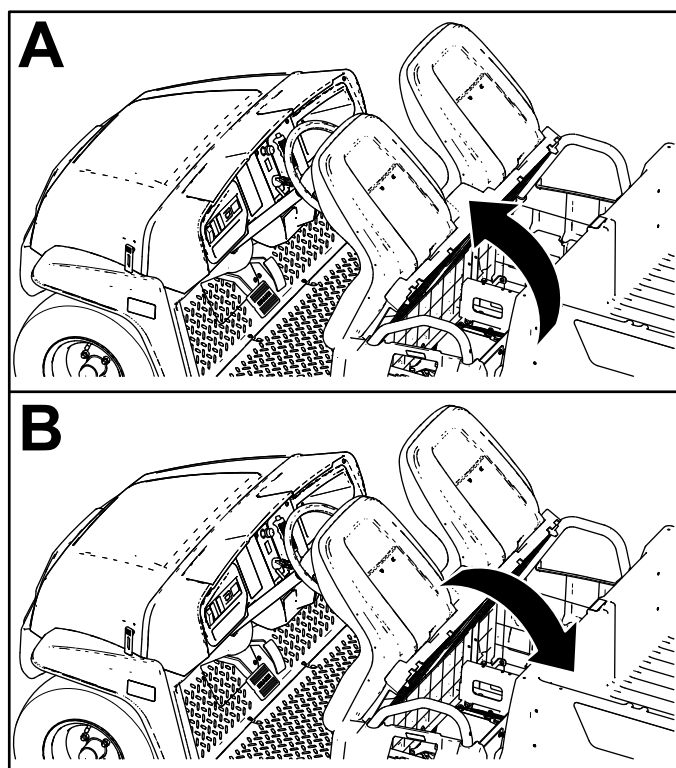

Рисунок 26
Для подъема сиденья в сборе наклоните сиденье вперед так, чтобы оно уперлось в рулевое колесо (Рисунок 26).
Для опускания сиденья в сборе толкните сиденье назад, установив его в исходное положение (Рисунок 26).
1. Наклоните сиденье в сборе вперед в поднятое положение (Рисунок 26).